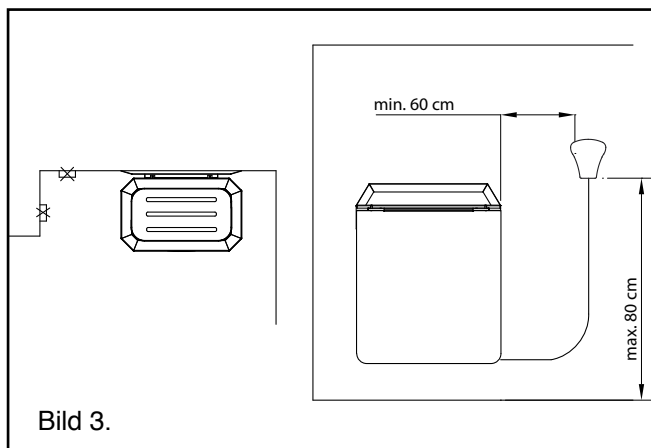

Bild 3.
- Styrenhetens installationshöjd i bastun är max. 80 cm och min. 60 cm vid bastuaggregatets sidor (Se bild 3).